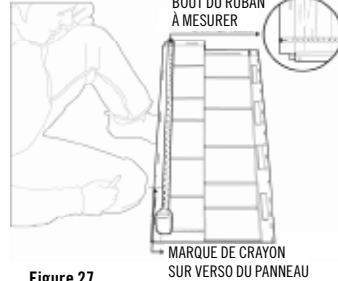

Figure 27
2. Prendre un panneau, (une retaille conviendra si elle est de taille appropriée), et retourner sur le verso. Utiliser la dimension de la 1ère étape, en mesurant tel qu'illustré (Figure 27 ci-dessous) et faire un trait. Couper et fixer au mur.